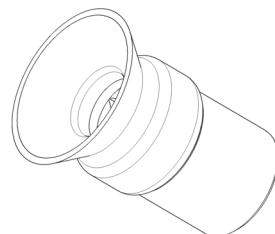
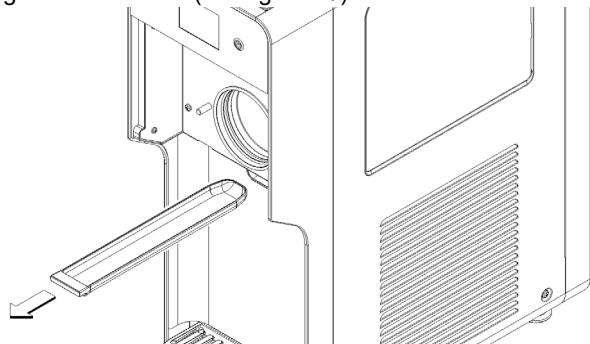

figure 29
figure 30
- 2 Toutes les semaines :** vérifier l'usure de la garniture du joint du racleur. Si elle est usée, la remplacer par une pièce de rechange d'origine du fabricant. (voir figure 29)
- 3 Toutes les semaines :** vérifier la présence de fuites éventuelles en enlevant le bac spécial (voir figure 30). Dans le cas vérifier Il est correctement installé et l'usure du joint du racleur. Si il est usé, le remplacer par une pièce de rechange d'origine du fabricant. (voir figure 29)